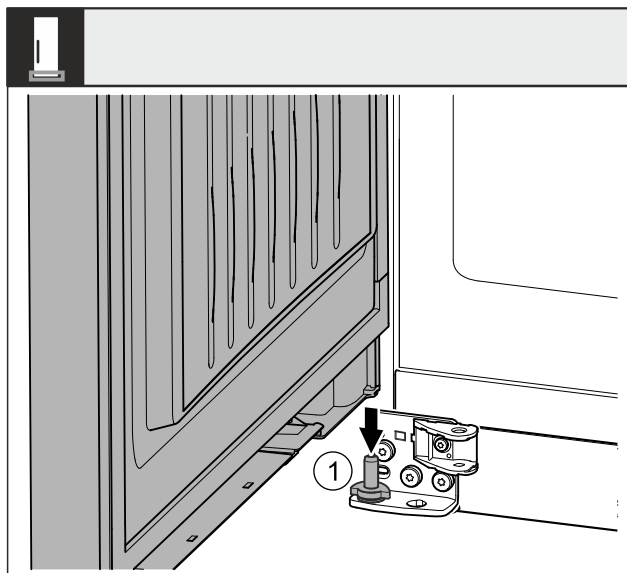

Fig. 42 *
- ▶ Coloque la puerta en el perno del cojinete Fig. 42 (1) inferior desde arriba.*